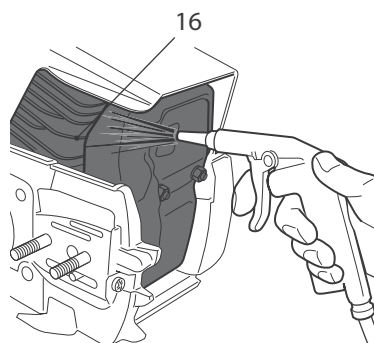

Fig. 56
- > L'accumulation de poussière entre les ailettes du cylindre [16] peut provoquer une surchauffe du moteur. Les ailettes doivent faire l'objet d'un examen et d'un nettoyage régulier avec un jet d'air [16] (Fig. 56).